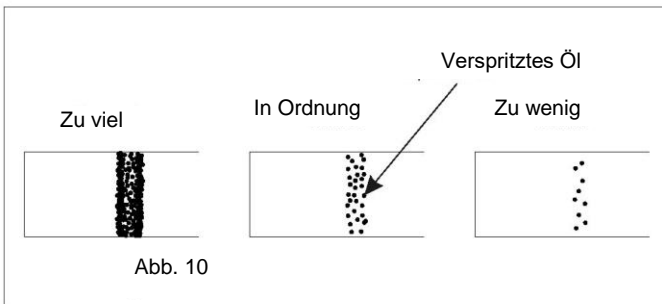

Abb. 10
- 1) Die auf der Abbildung rechts (siehe Abb. 10) gezeigte Probe kann präzise eingestellt (vergrößert oder verringert) werden, entsprechend den verschiedenen Nähvorgängen; übermäßiges Vergrößern oder Verringern ist jedoch zu vermeiden. Eine zu geringe Ölmenge kann zum Erhitzen des Drehgreifers führen, eine zu große - zur Verunreinigung des genähten Stoffs.